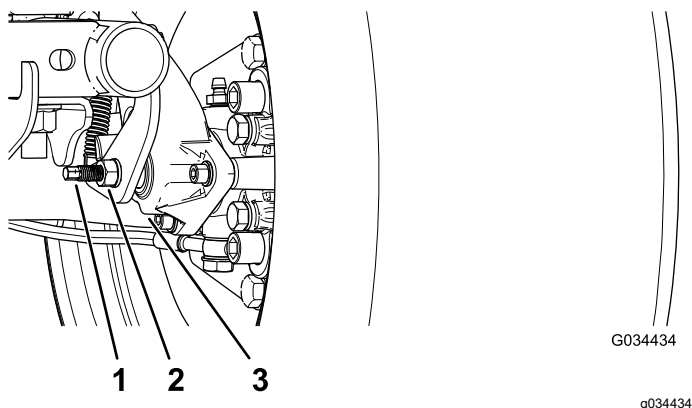

Figura 50
3. Utilizând 2 chei, ineți în poziție piciorul de reglare de pe etrier cu o cheie i slăbiți contrapiulia cu un sfert ($\frac{1}{4}$) de tură cu cealaltă cheie (Figura 50).
4. În timp ce ineți în poziție piciorul de reglare i contrapiulia, rotiți piciorul de reglare pentru a-l strânge (Figura 50).
5. În timp ce ineți în poziție piciorul de reglare i contrapiulia, slăbiți cu un sfert ($\frac{1}{4}$) de tură (Figura 50).
6. În timp ce ineți în poziție piciorul de reglare i contrapiulia, strângeți contrapiulia (Figura 50).